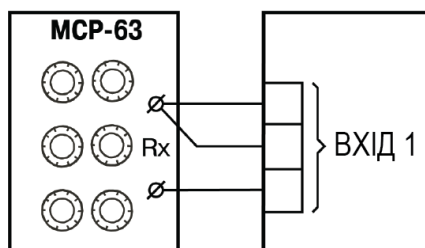

Рисунок 8.1 – Схема підключення магазину опорів під час юстування
1. Підключити до Входу 1 пристрою замість датчика магазин опорів типу MCP-63 (або аналогічний з класом точності не менше 0,05), встановивши на ньому значення 50 000 Ом. З'єднати магазин з пристроєм за трипроводовою схемою (див. рисунок 8.1). Опіри лінійних проводів повинні бути однаковими і не повинні перевищувати 15,0 Ом.